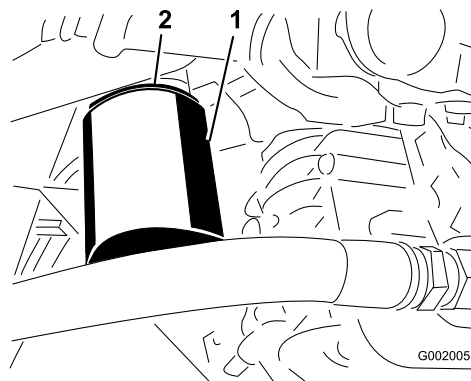

Figure 69
4. Retirez le filtre (Figure 69).